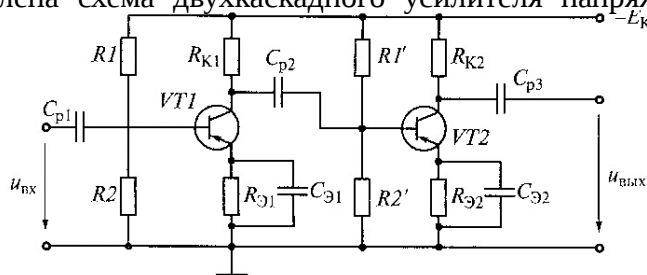
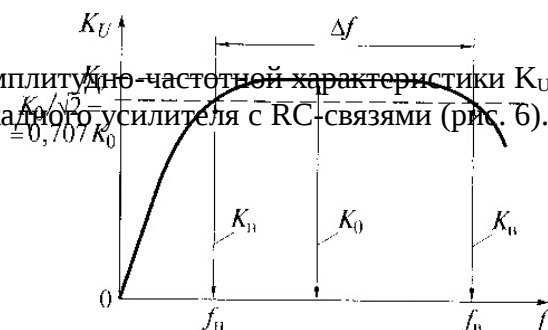

Рис. 6. Двухкаскадный усилитель напряжения
Рис. 7. Амплитудно-частотная характеристика усилителя с RC-связями
26. На рис. 6 представлена схема двухкаскадного усилителя напряжения с резистивно-емкостной связью.
27. На рис. 7 показан график амплитудно-частотной характеристики  $K_U = U_{\text{вых}} / U_{\text{вх}}$  (при постоянном входном напряжении) двухкаскадного усилителя с RC-связями (рис. 6).
28. На рис. 7 показан график амплитудно-частотной характеристики  $K_U = U_{\text{ВЫХ}} / U_{\text{ВХ}}$  (при постоянном входном напряжении) двухкаскадного усилителя с RC-связями (рис. 6). Почему уменьшается коэффициент усиления  $K_U$  в области высоких частот? (Указать неправильный ответ.)